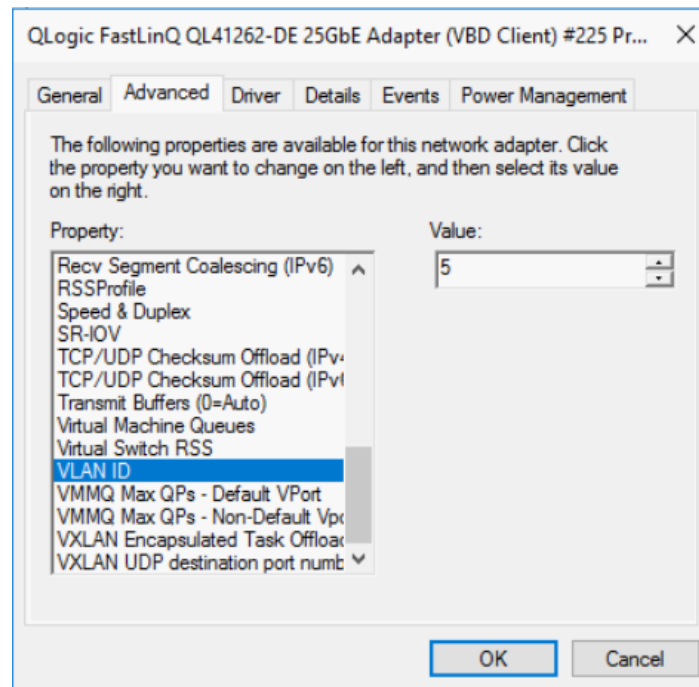

Ilustración 15-10. Propiedades avanzadas: Configuración del Id. de VLAN
- b. En la página Advanced (Avanzado) de las propiedades del adaptador (Ilustración 15-10) en **Property** (Propiedad), seleccione **VLAN ID** (Id. de VLAN) y después establezca el valor.